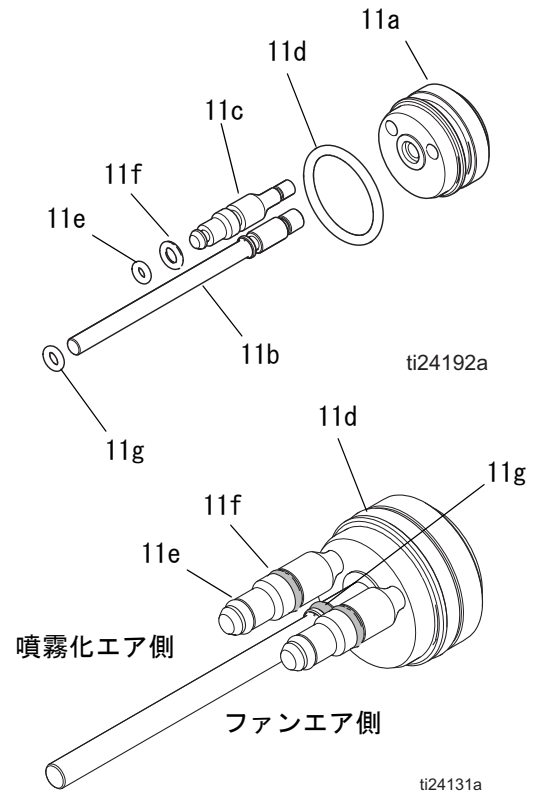

図 33。ピストンの O リング
4. ピストンキャップ (13) とスプリング (12) をガンの後部から取り外します。
5. ピストンロッド (11) を押して、ピストンをガンの後部から押し出します。
6. O リング (11d、11e、11f、11g) に損傷がないか検査します。表 3、図 33 を参照してください。
8. 2 本のステム (11c) をガン本体の穴に合わせて、ピストンアセンブリをガンの下部まで押し戻します。ピストンキャップ (13) とスプリング (12) を取り付けます。